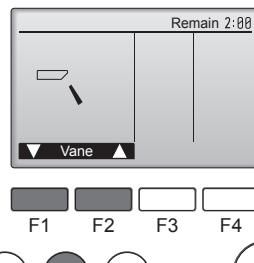

Fig. 7-4
- Druk op de toets [SELECTEREN] om het scherm voor waaierininstelling (Vane) weer te geven en druk op de functietoetsen [F1] en [F2] om de automatische waaierininstelling te controleren. (Fig. 7-4)